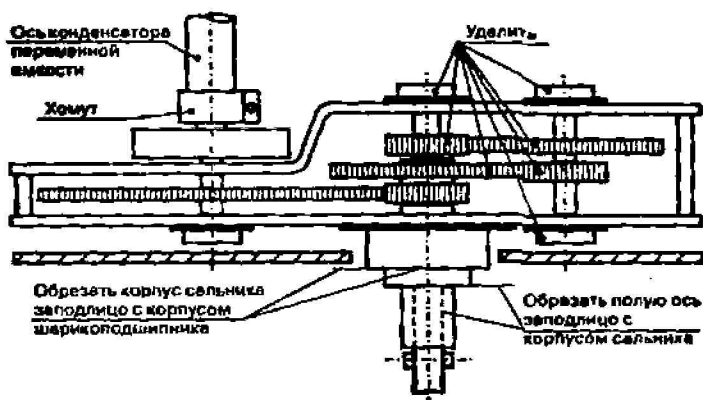
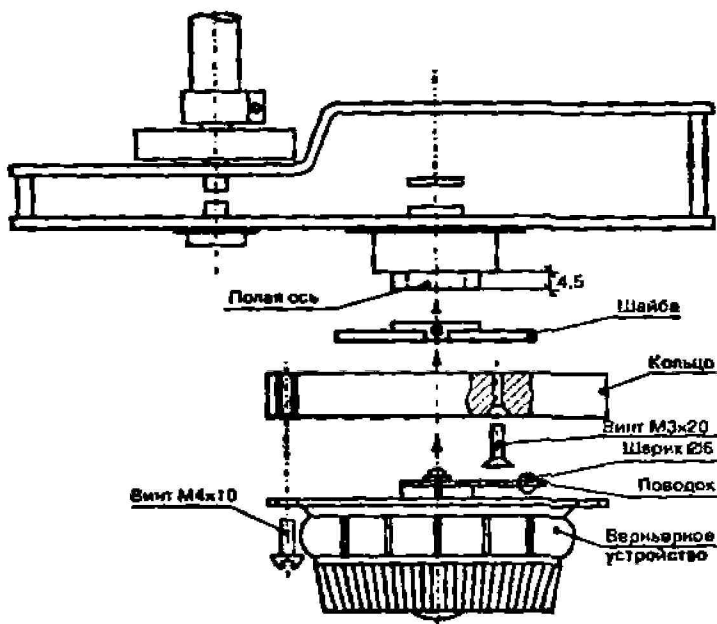

Рис. 2.3. Редуктор приемника до переделки
Рис. 2.4. Редуктор приемника после переделки
3. Произнести переделку редуктора согласно рис. 2.3 и 2.4. На рис. 2.3 показан редуктор до переделки, на рис. 2.4 — после